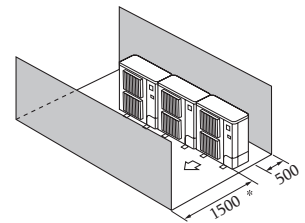

Fig. 2-12
- ④ Խոչընդոտներ առջևում և հետևում (Fig. 2-12)